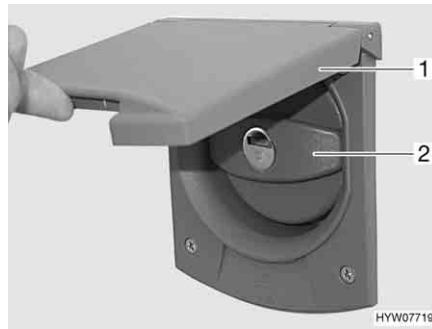

Bild 8 Klappe und Verschlussdeckel für Trinkwasser-Einfüllstutzen
- Außenklappe (Bild 8,1) nach oben schwenken (Bild 8).
- Verschlussdeckel (Bild 8,2) herausdrehen.
- Verschlussdeckel (Bild 8,2) in Trinkwasser-Einfüllstutzen eindrehen.
- Außenklappe (Bild 8,1) nach unten schwenken und zudrücken.